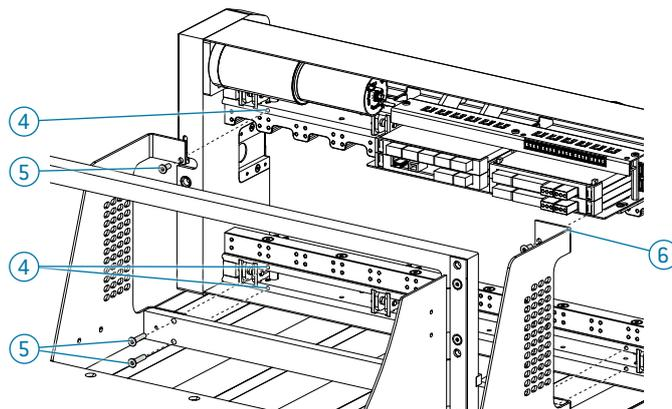

Abb. 73
- ▶ Ziehen Sie den Teleskopauszug (1) aus.
- ▶ Führen Sie den linken oberen Bügel (6) des Teleskopauszuges hinter der Steuerung (Abb. 73).
- ▶ Positionieren Sie den Receiver (2) so, dass die Anschraubpunkte des Receivers (4) in einer Flucht mit den Anschraubpunkten (3) des Teleskopauszugs liegen. Schrauben Sie den Teleskopauszug an den Anschraubpunkten am Receiver fest.